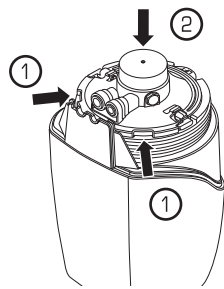

Рис. 48
20. **Вставьте** держатель с картриджем в корпус, выровняв прорези на держателе с выступами на корпусе (1). Опустив ручку вниз, сильно нажмите на держатель, пока он не достигнет дна корпуса (2) (рис. 48).